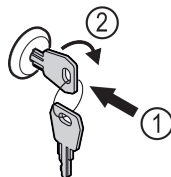

Fig. 181
- ▶ Вставьте ключ. Fig. 181 (1)
- ▶ Поверните ключ на 90° по часовой стрелке. Fig. 181 (2)